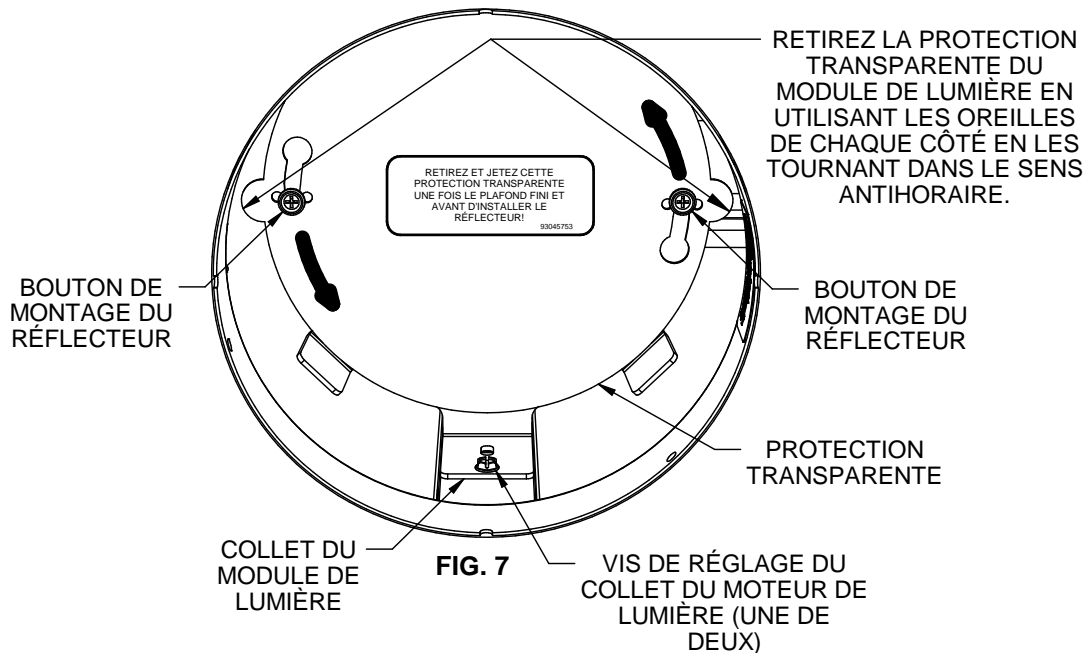

FIG. 7
- Une fois que tous les travaux d'installation et de finition sont terminés et avant d'installer le réflecteur, retirez la protection transparente du module en la tournant dans le sens antihoraire pour la déverrouiller et la retirer des boutons de montage du réflecteur. (Consultez la FIG. 7) Vous pouvez conserver la protection afin de protéger les ampoules DEL advenant de nouveaux travaux de finition au plafond ou la jeter (veuillez la recycler, elle est fabriquée en plastique polycarbonate).